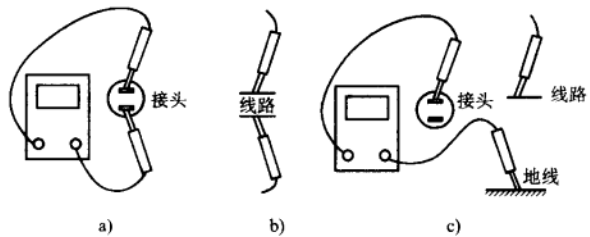

图 1-5 用万用表检测导通性
14) 检查端子触点或导线等的导通性，是指检查端子、触点或导线等是否通电而没有断开。可用万用表电阻档测量电阻值的方法对端子触点或导线进行检查，如图 1-5 所示。